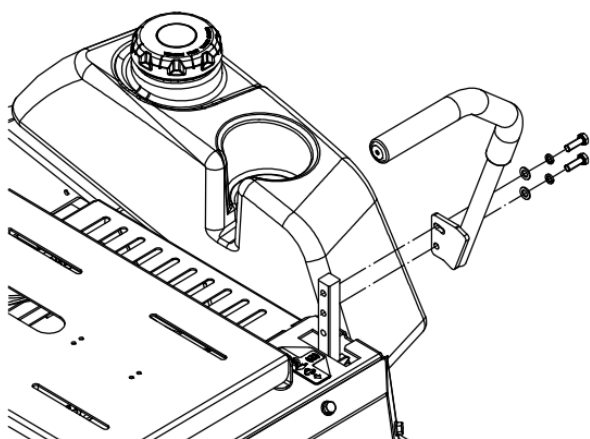

Рис. 5
4.4.2 Поместите рычаг на вал рычага управления и закрепите его болтами и шайбами (см. Рис. 5), затяните до упора. Повторите те же процедуры с рычагом на противоположной стороне.